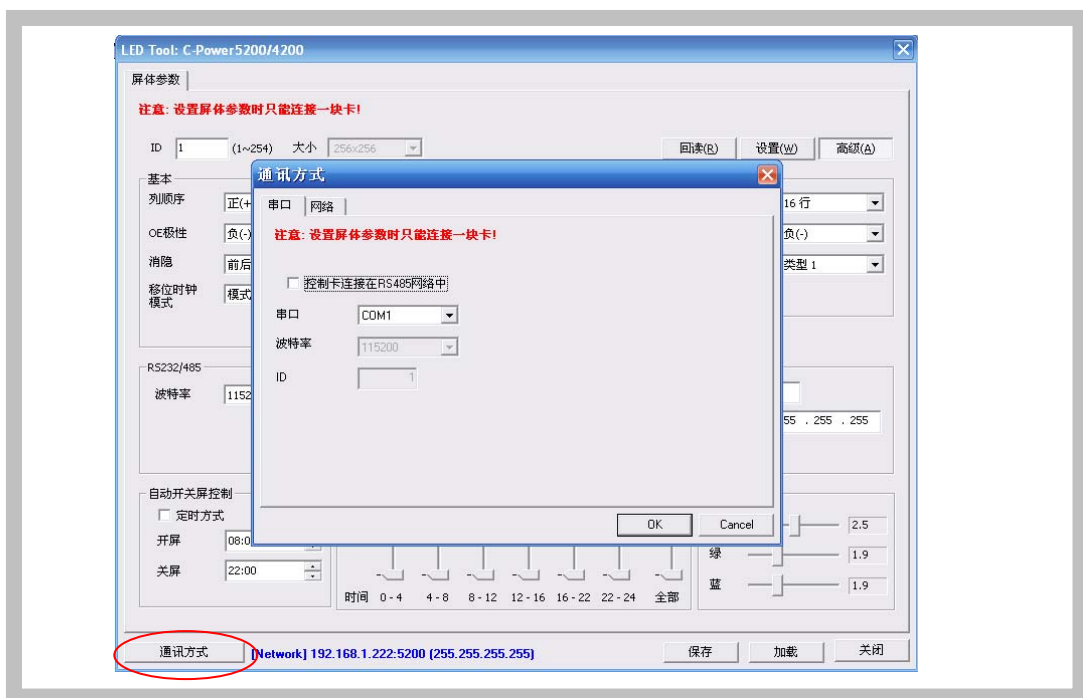

图6 LedTool通信方式选择串口
- 如果使用串口进行设置，则在弹出的“通信方式”对话框的“串口”页面选择计算机的COM口（如图6所示），LedTool将自动调整波特率与控制卡连接。